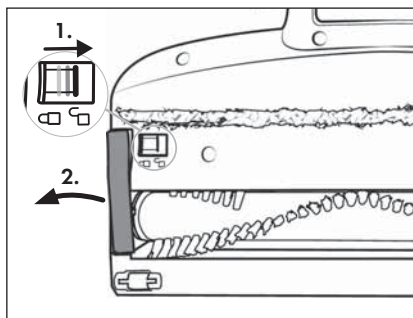

Fig. 29
- 2) Para desencastrar el rodillo de cepillos **21**, desplace el desencastre del rodillo de cepillos **19** con el dedo hacia el símbolo **🔓** (abrir). Tras esto, retire el soporte del rodillo de cepillos **20** del cepillo para suelos **22** (consulte la fig. 29).